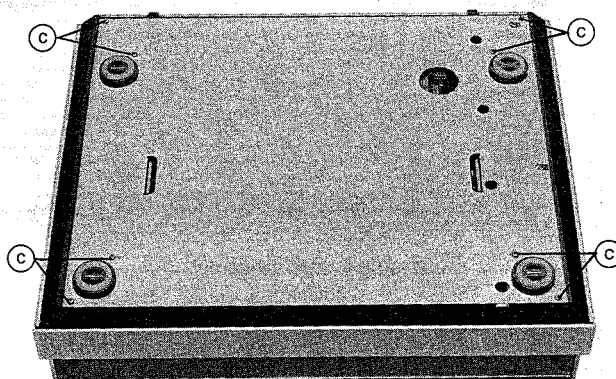

Abb. 7
15. Abnehmen der Bodenplatte (Abb. 7)